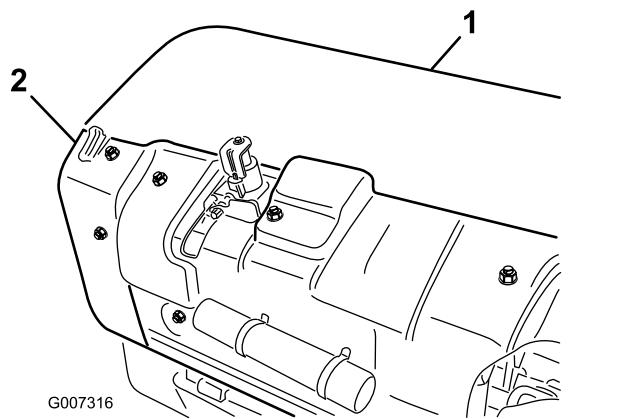

Рисунок 36
1. Снимите заднюю крышку азраторного вала (Рисунок 36).
2. Отверните болты крепления щитка шкива и снимите щиток (Рисунок 36).